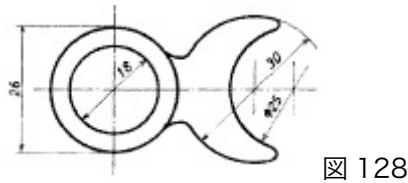

図 128
b) 円形の図に直径の寸法を記入する場合で、寸法線の両端に端末記号が付く場合には、寸法数値の前に直径の記号Φは記入しない。ただし、引出線を用いて寸法を記入する場合には、記号Φを記入する [図 128 及び 図 129 a] 参照]。
c) 円形の一部を欠いた図形で寸法線の端末記号が片側の場合には、半径の寸法と誤解しないように、直径の寸法数値の前にΦを記入する [図 128 及び 図 170 参照]。